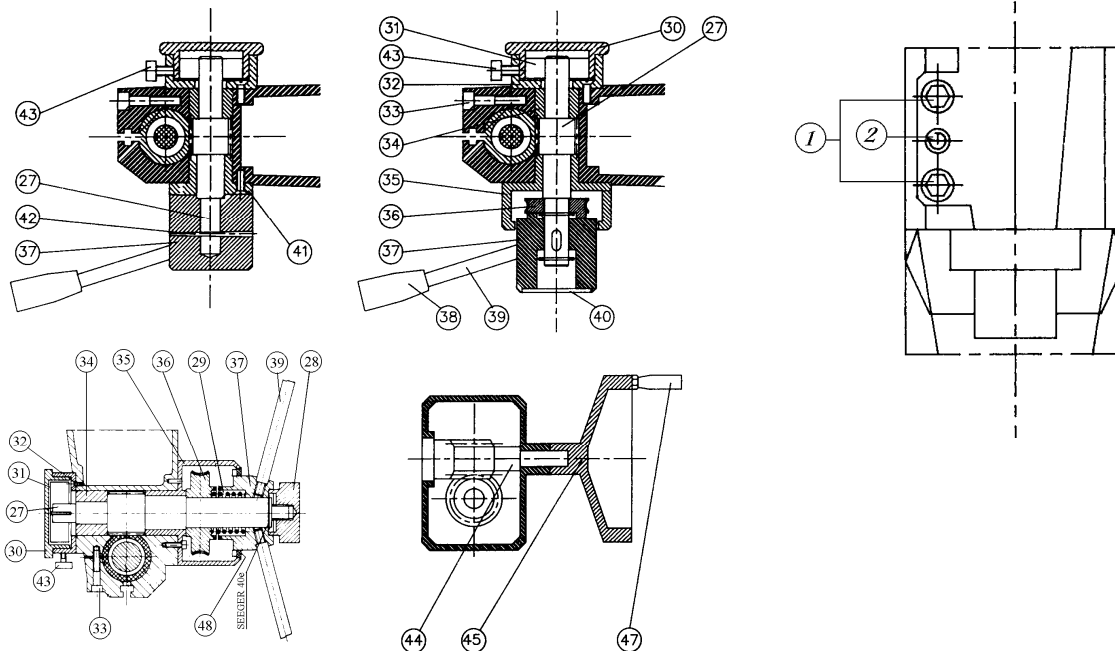

FIG.2
3.2 REGLAGE DU RESSORT DE RAPPEL DE BROCHE (FIG.2)
La perceuse est livrée avec la broche contrebalancée par un ressort à spirale d'Archimède. Pour régler ce ressort desserrer la vis (43) figure 2 d'une main en tenant le couvercle (30) figure 2 de l'autre main ; faire ensuite tourner le couvercle dans le sens qui convient pour tendre plus ou moins le ressort puis serrer de nouveau la vis (43). **IMPORTANT : l'opérateur devra éviter de faire revenir la broche trop brutalement pour ne pas courir de risques et ne pas compromettre la durée de vie du ressort.**
3.3 REGLAGE DU JEU DE FOURREAU (FIG.2)
Si le fourreau de la perceuse à trop de jeu ou s'il coulisse trop difficilement, le régler en agissant sur les vis (1) et sur la vis sans tête (2) figure 2. Si le fourreau coulisse difficilement, desserrer les vis, serrer la vis sans tête et resserrer les vis. Si le fourreau à trop de jeu, effectuer la même opération en desserrant la vis sans tête au lieu de la serrer.
3.4 DESCENTE LENTE (FIG.2)